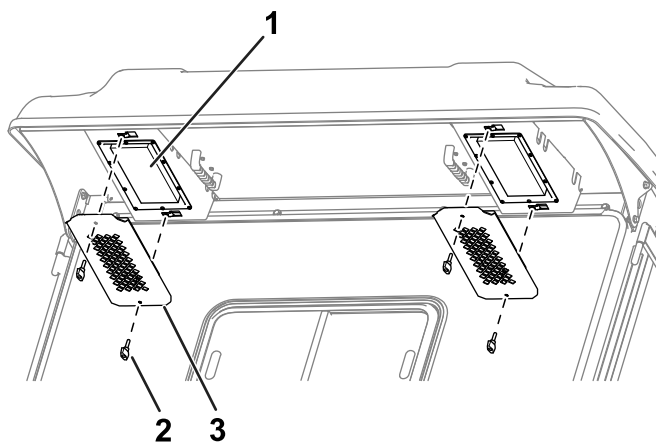

Figura 87
- Rimuovete i pomelli e le griglie dalla sporgenza posteriore della cabina (Figura 87).
4. Utilizzate i pomelli e le griglie per montare i filtri nella cabina (Figura 87).